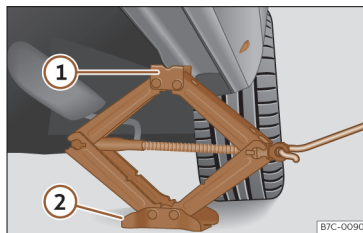

Fig. 246 Longarina: colocação do macaco do veículo.
- Rode a manivela do macaco, colocado por baixo do ponto de apoio da longarina, para levantá-lo até que o ressalto ① >>> **Fig. 246** se encontre por baixo do alojamento previsto.
- Alinhe o macaco de forma a que a patilha ① «encaixe» no alojamento previsto da longarina e que a placa base móvel ② fique apoiada no chão. A placa base ② deve ficar colocada na vertical relativamente ao ponto de apoio ①.